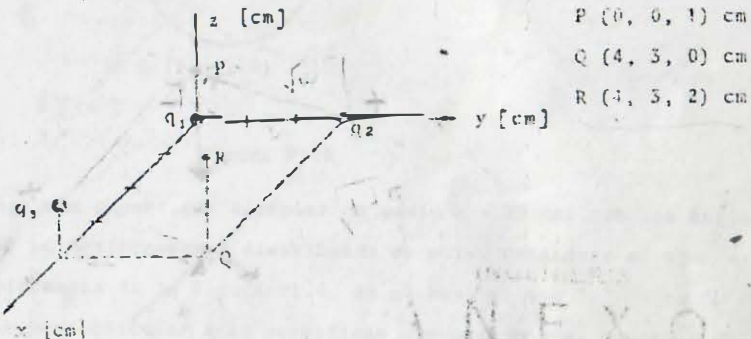

Figura P1.3
1.3 Calcule el vector intensidad de campo eléctrico en los puntos P, Q y R de la figura P1.3, debido a la presencia de las cargas puntuales  $q_1 = -8 \mu\text{C}$  colocada en A(0,0,0),  $q_2 = 2 \mu\text{C}$  colocada en B(0,3,0) cm, y  $q_3 = 6 \mu\text{C}$  colocada en C(4,0,1) cm.